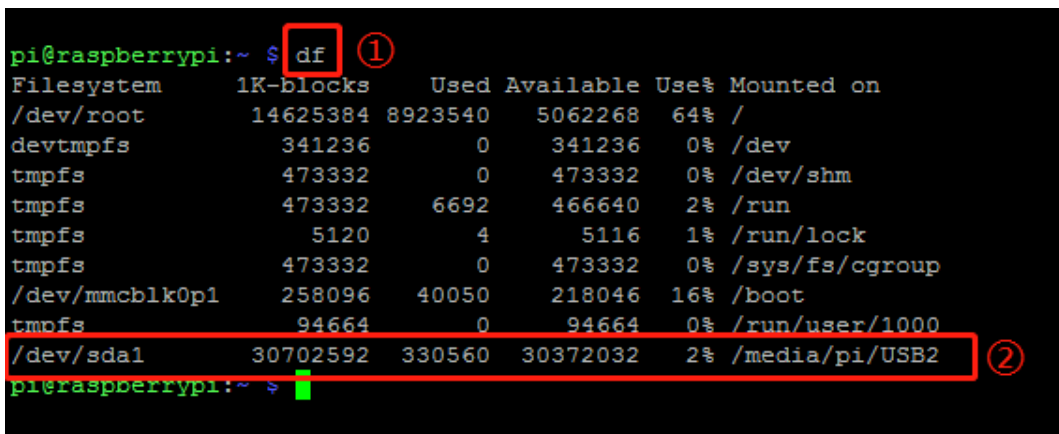

图 1.2.3 查看 U 盘绝对路径
(2) 获得 U 盘的绝对路径
- ① 准备一个文件系统类型为 FAT 格式的 U 盘，以英文命名，如 USB2；
- ② 把 U 盘插入控制器，在 PuTTY 工具中输入 df 回车，看到如图 1.2.3